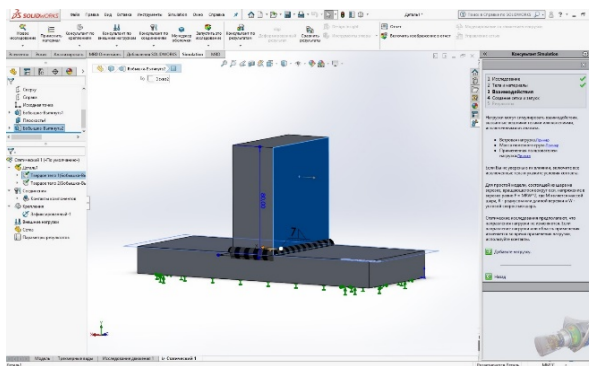

Рис. 2.8.
4. Из появляющегося списка выбрать «Сила». В появившемся окне задать значение давления и грань, на которую оно действует (рис. 2.8).